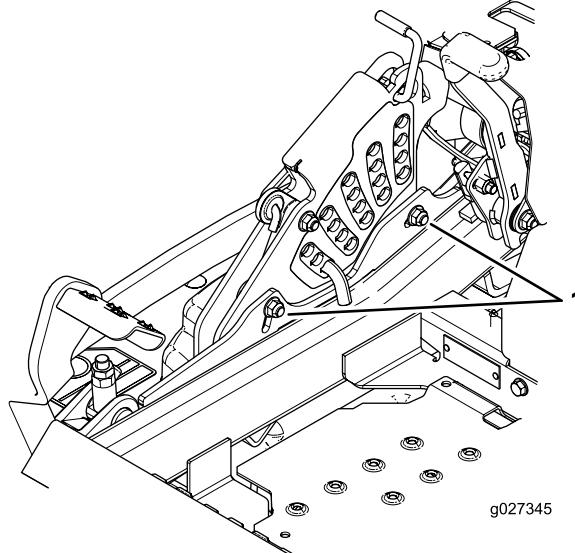

Bild 109
11. Zum Einstellen der zentralen Einstellung lösen Sie die zwei Schrauben unten an der Schnitthöhenplatte (**Bild 109**).
13. Ziehen Sie die zwei Schrauben unten an der Schnitthöhenplatte an (Bild 109).